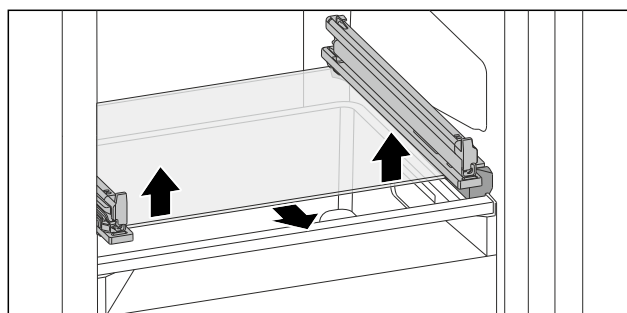

Fig. 70 Płyta szklana szuflady odchylanej
- Docisnąć płytę szklaną od dołu do góry po obu stronach. (patrz Fig. 70)